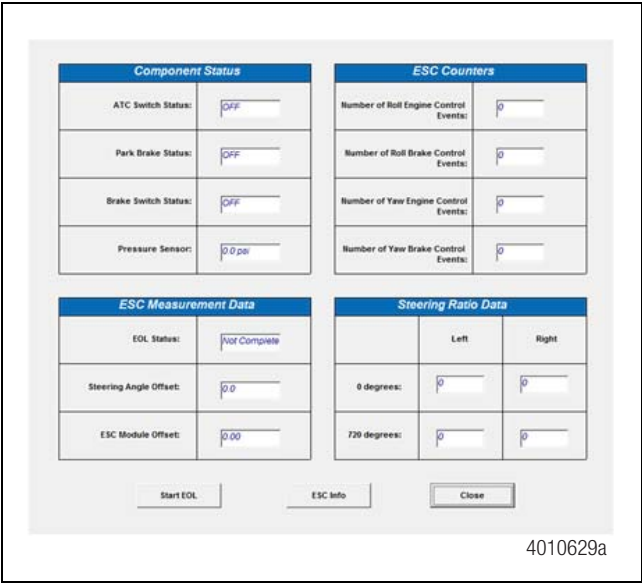
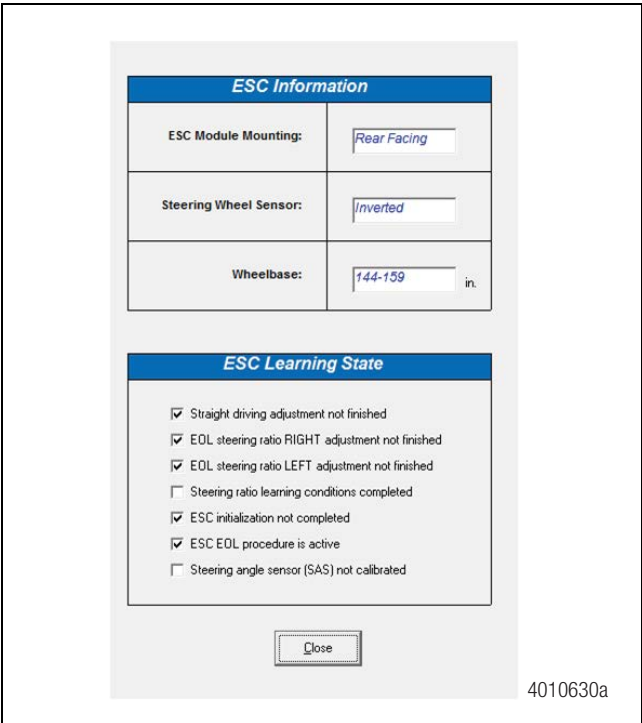

Figura 3.36
Figura 3.37
- Si está usando el Software TOOLBOX™, versión 11 o más reciente, hacer clic en el botón "Componentes". Aparecerá un menú desplegable. Seleccionar "ESC" y, luego, seleccionar "ESC Info". Figura 3.36 y Figura 3.37.